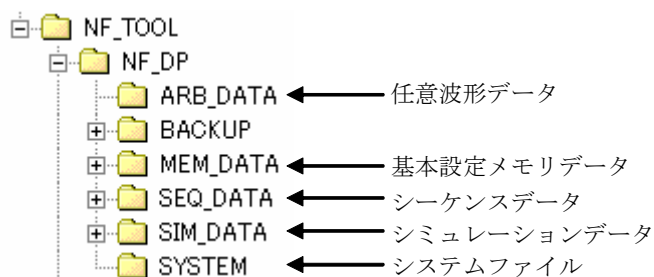

図4-23 USB メモリのフォルダ構成
USB メモリのルートフォルダには図 4-23のフォルダがあるものとします。ない場合は、USB メモリを本製品に接続した時に、自動的に作成されます。
- 図 4-23 の BACKUP フォルダ、SYSTEM フォルダはユーザが使用するフォルダではありません。本製品のファームウェアアップデート等に使用しますので、これらのフォルダやフォルダ内のファイルを消去しないでください。